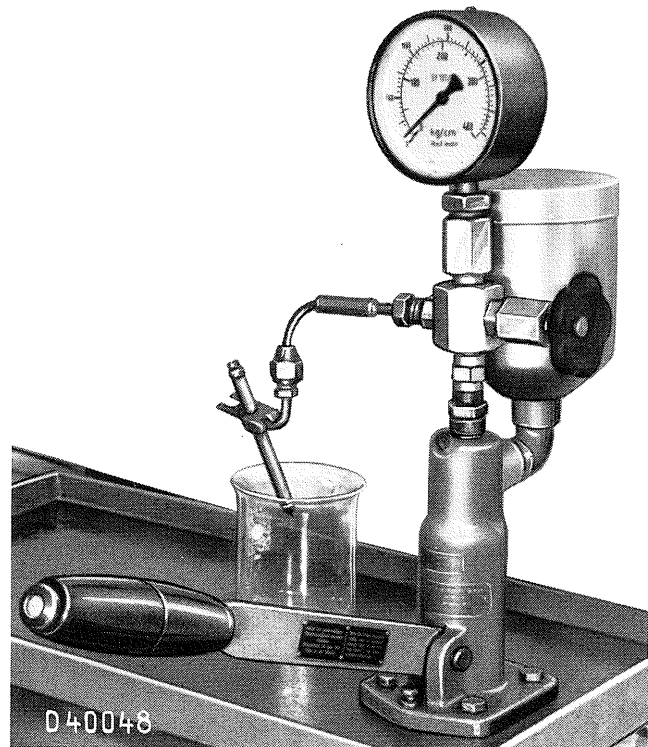

Fig. 6 — Injecteur raccordé à un appareil à tarer BOSCH
**! ATTENTION:** La pointe de l'injecteur ne doit jamais être dirigée vers la personne qui utilise l'appareil de contrôle. Le jet sortant d'un injecteur peut transpercer les vêtements ou la peau et provoquer de graves infections. Il est donc recommandé de diriger la pulvérisation de combustible dans un récipient transparent (voir fig. 6).
Raccorder l'injecteur sur l'appareil comme il est montré à la figure 6 de sorte que l'axe de l'injecteur forme un angle de 30° par rapport à la verticale, pour que le cône soit dirigé verticalement vers le bas et que tout le combustible tombe dans le récipient placé dessous. S'assurer que tous les raccordements des conduites sont étanches, pour que le résultat obtenu ne soit pas faussé.
Raccorder l'injecteur à l'appareil à tarer, ainsi que le montre la figure 6, de façon que l'axe de l'injecteur forme un angle de 30° par rapport à la verticale. S'assurer que tous les raccords sont étanches.
**ATTENTION:** La pointe de l'injecteur ne doit jamais être dirigée vers la personne qui utilise l'appareil de contrôle. Le jet sortant d'un injecteur peut transpercer les vêtements et la peau et provoquer de graves infections. Il est donc recommandé de diriger la pulvérisation de combustible dans un récipient transparent (voir fig. 6).